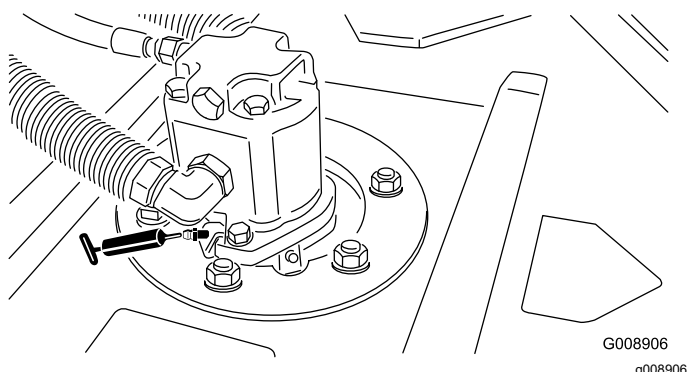

図 43
- カuttingユニットのスピンドルシャフトのベアリング 各カuttingユニットに1ヶ所(図 43)